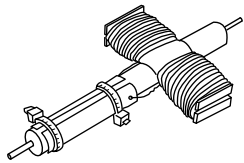

Bild 3
3) Die Hälfte des Drahtes auf der Pappspule mit gleichem Wickelsinn ohne Unterbrechung auf den Anker wickeln (Bild 3); dabei entfallen auf jede Ankerseite ca. 150 Windungen. Die beiden Enden der Wicklung müssen so lang bleiben (ca. 7 cm), dass sie unter den Kollektorblechen leicht festgeklemt werden können.
4) Die abgeschliffenen Drahtenden werden durch das ausgestanzte Loch je eines Kollektorbleches geführt. Indem man die Kollektorbleche mit zwei Kabelbindern befestigt (Bild 3), werden die Drahtenden unter den Kollektorblechen festgeklemt. Achtung: Die beiden Kollektorbleche dürfen sich nicht berühren.